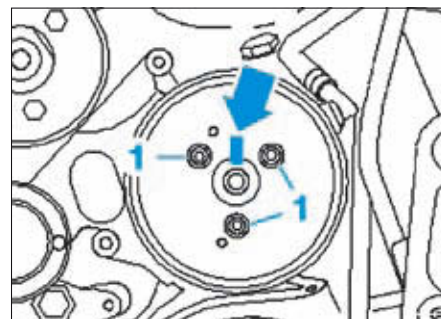

FIG. 14
- Repérer la position de la poulie de la pompe de direction assistée par rapport au moyeu (Fig.14).
- Desserrer les vis (1) de la poulie.